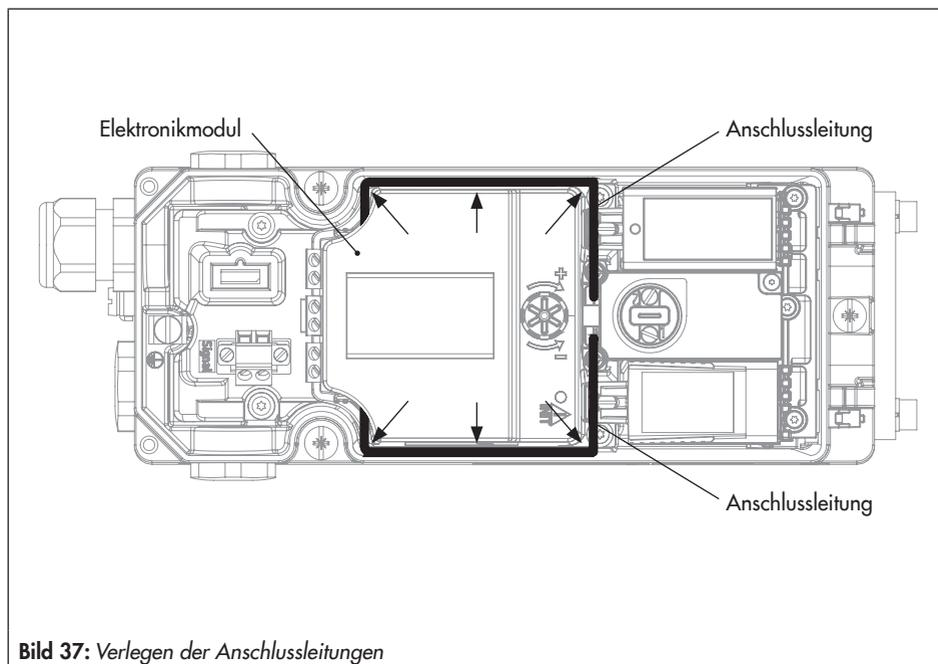

Bild 37: Verlegen der Anschlussleitungen
9. Die beiden Anschlussleitungen jeweils zwischen Elektronikmodul und Stellungsreglergehäuse klemmen und nach unten drücken, vgl. Bild 37.